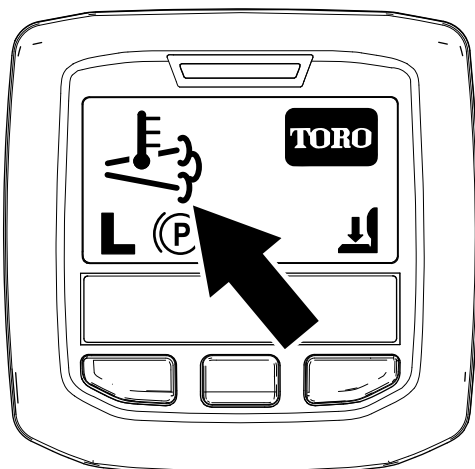

Figura 38
- El icono de alta temperatura del escape aparece en el InfoCenter (Figura 38).